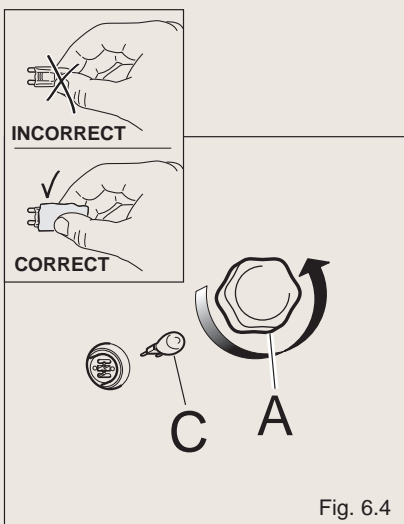

Fig. 6.4
- * Retirez le couvercle de protection "A" (fig. 6.4).